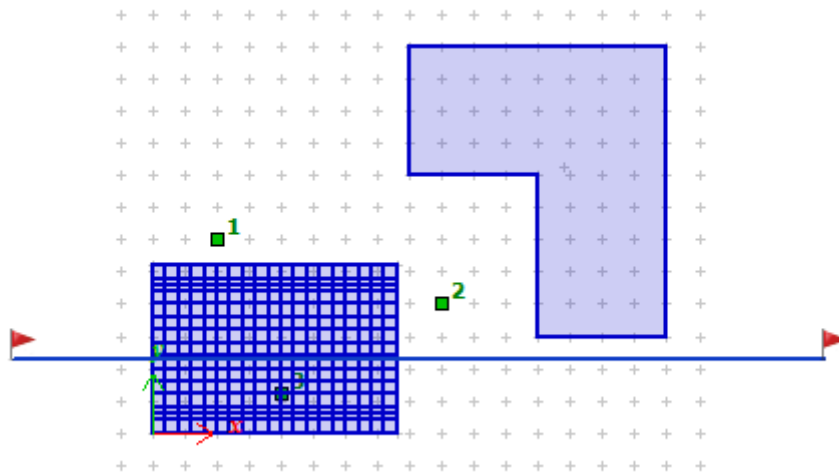

Рис. 17.5. Завдання лінії розрізу ґрунтового масиву
- Послідовно вкажіть на плані початок і кінець лінії розрізу, як це показано на рис. 17.5.